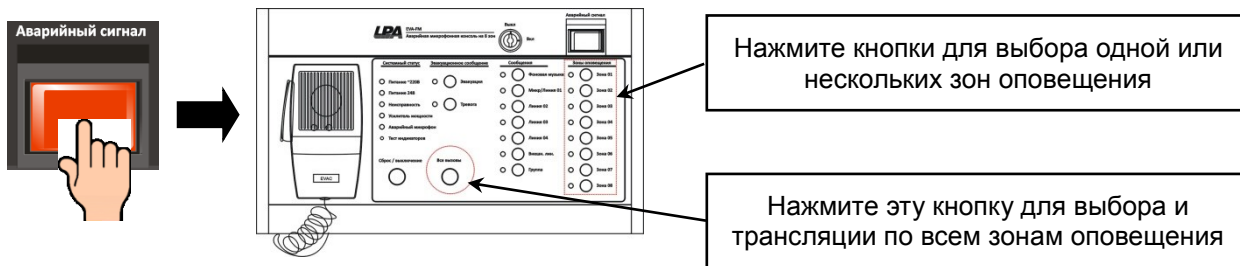

Рис. 4.42. Выбор зон оповещения с микрофонной консоли LPA-EVA-FM для трансляции в аварийном режиме
- b. Выберите на консоли LPA-EVA-FM зоны / группы оповещения или все имеющиеся зоны / группы, нажав соответствующие кнопки, в которых должно транслироваться аварийное речевое сообщение системы эвакуации, как показано на Рис. 4.42).